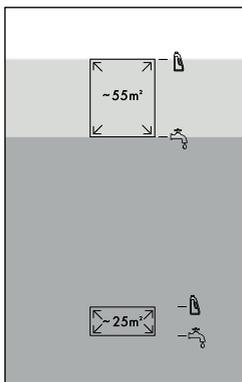

Fig. 9
- ◆ Hæld vand fra hanen eller destilleret vand i brugsvandsbeholderen **11** op til den tredje niveau-markering  til store arealer  (op til 55 m²) (se fig. 9).
- ◆ Hæld rengøringsmiddel i brugsvandsbeholderen **11** op til den fjerde niveau-markering  til store arealer  (op til 55 m²) (se fig. 9).